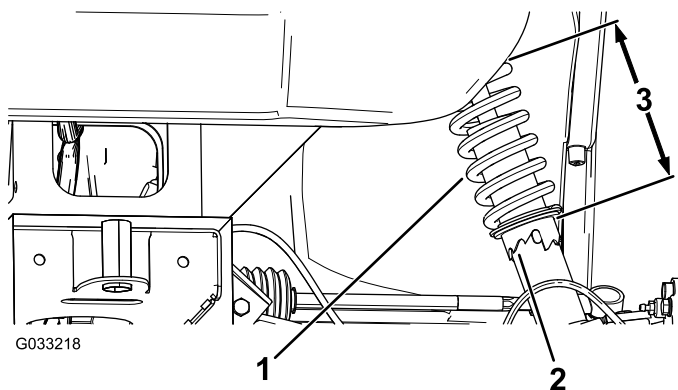

Figura 40
2. Si la caída de la rueda está mal, utilice la llave de gancho para girar el collarín del amortiguador para alinear la rueda (Figura 40).